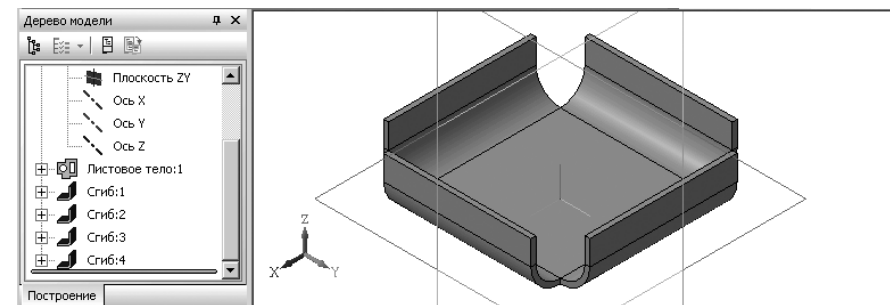

Рис. 7.65. Пример сгиба листовой детали
- аналогично можно создать и другие сгибы. Возможное состояние системы показано на рис. 7.65;